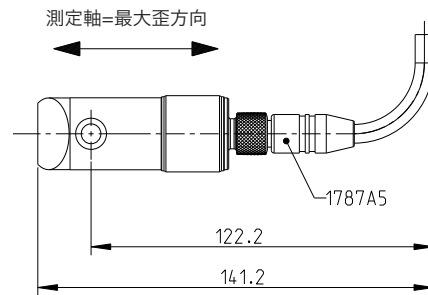

図 4: センサの取付け方向
- ・ 設置箇所にセンサを置き、最大の歪が発生する方向に測定軸を合わせます。(図4参照)